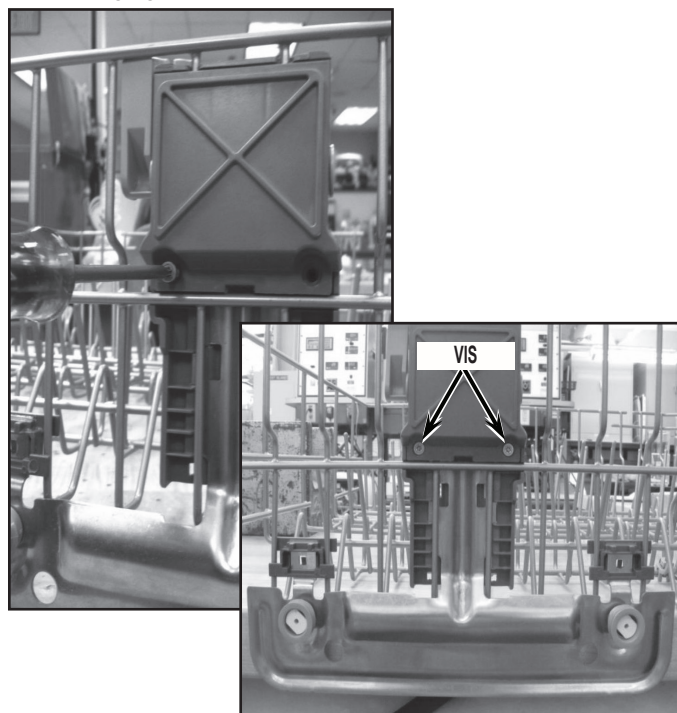

FIGURE 10
12. Visser les deux (2) vis dans le corps du mécanisme de réglage. Cette opération achève le montage du mécanisme de réglage sur le panier. Voir la Figure 10.